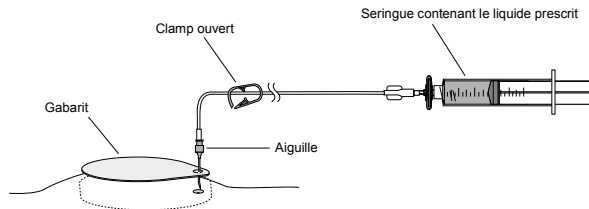

Figure 12. Ouvrir le clamp et injecter dans le site d'accès au cathéter.
4. Ouvrir le clamp et injecter directement à un débit de perfusion de 5 ml par minute maximum (Figure 12).